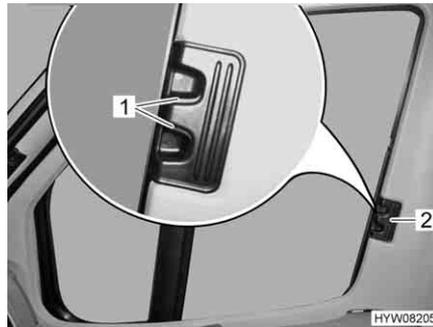

Fig. 75 Dispositif occultant plissé pour la fenêtre côté conducteur/passager
- Presser les poignées de déverrouillage (Fig. 75,1) et les maintenir pressées.
- Tirer les dispositifs occultants plissés pour les fenêtres côté conducteur et côté passager par la poignée (Fig. 75,2) vers l'autre côté de la fenêtre et les rassembler au niveau de la piste magnétique.
- Pousser les dispositifs occultants plissés pour les fenêtres côté conducteur et côté passager jusqu'à la butée au niveau de la poignée (Fig. 75,2).
- Lâcher les poignées de déverrouillage (Fig. 75,1) et les faire s'enclencher.